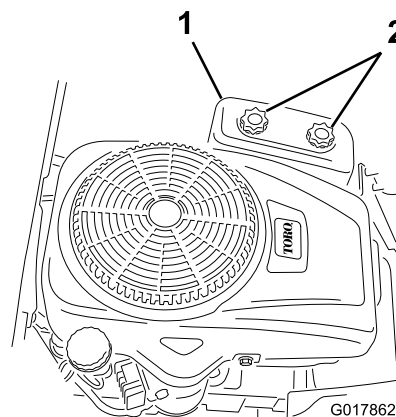

Figure 26
4. Déposez le couvercle du filtre à air en dévissant les 2 boutons (Figure 26).
3. Reposez le couvercle du filtre à air et serrez les deux boutons (Figure 26).